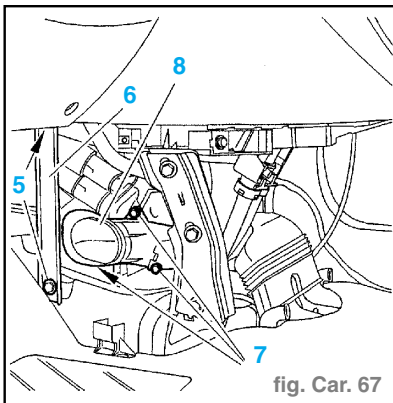

fig. Carr. 67
- Déposer la vis (3).
- Écarter la plaque de maintien (4) du tablier.
- Déposer : (fig. Carr. 67)
• les vis de fixation (5),
• la patte de renfort (6),
• les vis de fixation (7),
• le conduit d'air (8).